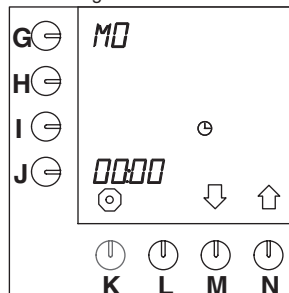

Fig. 31 Huidige dag en tijd
- Druk op selectietoets (N.)↑ tot fig. 31 (Huidige dag en tijd) in het display verschijnt.
- De urenpositie naast de programmeertoets begint te knipperen (fig. 31).